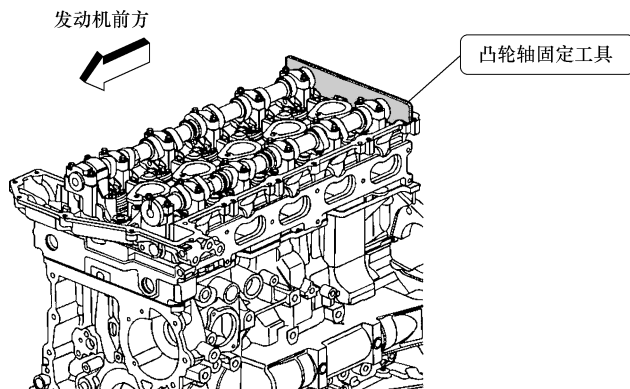

图 17-11 凸轮轴固定工具
13) 按照图 17-11 所示, 从凸轮轴上拆下凸轮轴固定工具。